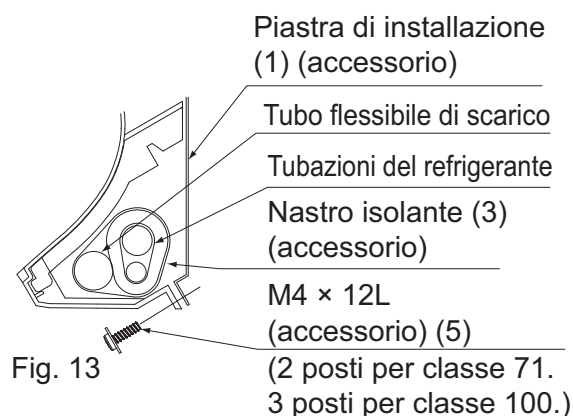

Fig. 13
- Fissare l'unità interna alla piastra di installazione (1) mediante le viti di fissaggio (5). (Fare riferimento alla Fig. 13)